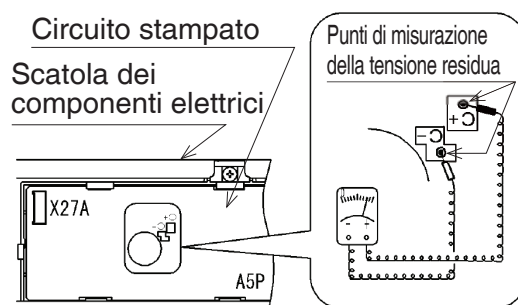

Figura 27
- Controllare la tensione residua dell'unità interna secondo le istruzioni. (Fare riferimento a **Figura 27.**)